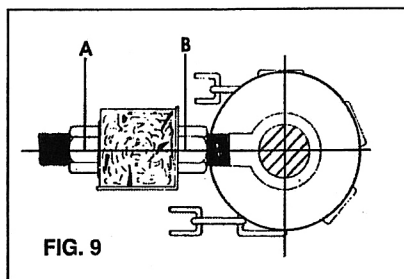

FIG. 9
5.2 - Para esticar a esteira rolante, devemos soltar a porca "A" (fig. 9) e apertar a porca "B" (fig.9). Assim que a corrente estiver esticada, apertar a porca "A" (fig. 9).